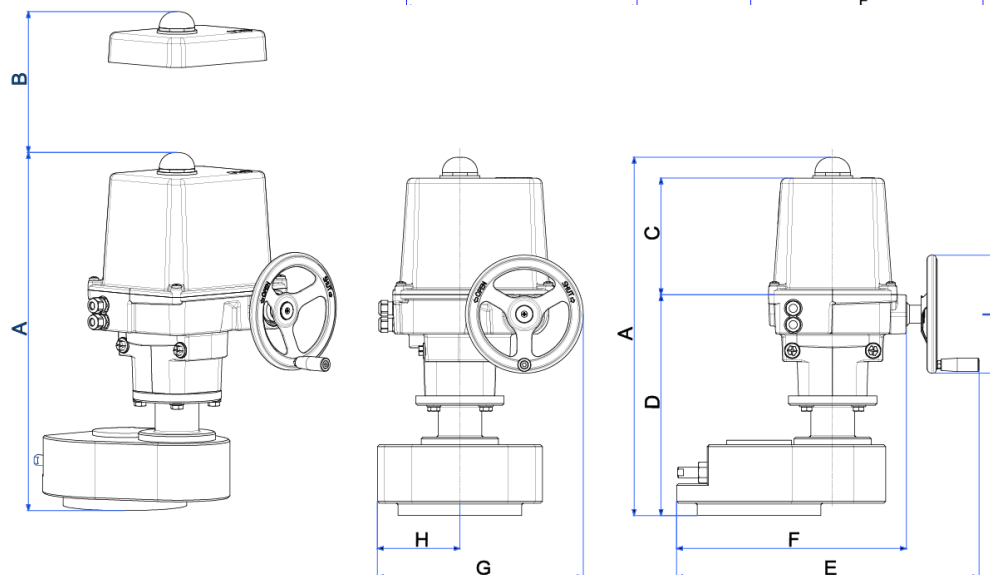

Figura 1: Dimensiones exteriores
- Al instalar los actuadores, deje espacio suficiente para poder retirar la cubierta (Figura 1).